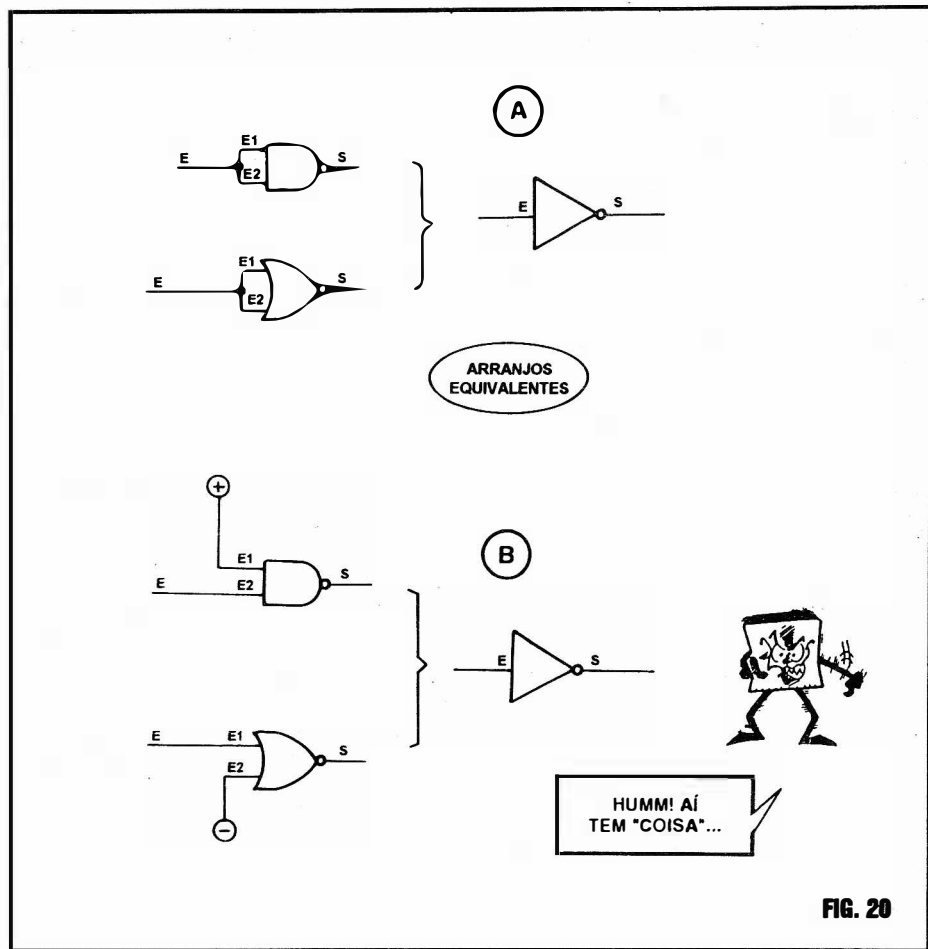

FIG. 20
**- FIG. 20 - ALGUNS "TRUQUES DE FUNÇÃO", COM OS GATES MAIS COMUNS DOS INTEGRADOS DIGITAIS...** - É relativamente comum que, numa elaboração teórica de um circuito ou projeto, fique um pouco difícil de "casar" a disponibilidade de *gates*, de blocos lógicos e de Integrados digitais
contendo **justamente** as funções, quantidades de blocos e quantidade de Entradas que a aplicação pede... O projetista "esperto", contudo, a partir de uma cuidadosa observação das respectivas TABELAS VERDADE, é frequentemente possível "criar" *gates*, blocos ou funções "diferentes" das "originais", simplesmente "redirecionando" ou interligando as Entradas dos ditos blocos disponíveis (às vezes até "sobrantes" em Integrados cujos blocos, em suas funções originais, não são necessários na sua totalidade). Vamos a um exemplo prático (o que ocorre **mesmo**, muitas vezes, no dia-a-dia das aplicações e projetos...). Um determinado circuito digital "precisa", para o funcionamento das duas funções totais, de 3 *gates* NAND de 2 Entradas cada, e de um bloco SIMPLES INVERSOR... É verdade que podem ser adquiridos, simplesmente, dois Integrados, um contendo os necessários *gates* NAND e outro contendo vários INVERSORES... Entretanto, é mais fácil (e seguramente - mais econômico, "fazer" um INVERSOR com o *gate* NAND "sobrante" dentro de um *chip* que os contenha em número de 4 (como o 4011 C.MOS, já mostrado...)! Basta consultar as TABELAS VERDADE já mostradas, para ver que, **juntando** as duas Entradas de um *gate* NAND de 2 Entradas, podemos obter a função SIMPLES INVERSORA com toda facilidade e eficiência! Aliás, também "emendando" as duas Entradas de um *gate* NOR de 2 Entradas, também se obtém um completo SIMPLES INVERSOR, ambos esses casos de "improvisação" mostrados no item A da fig. 20... Ainda com o providencial auxílio das respectivas TABELAS VERDADE, conforme mostramos no item B da fig. 20, levando-se **uma** das duas Entradas de um *gate* NAND de 2 Entradas ao **positivo** da alimentação, ou ainda ligando-se **uma** das duas Entradas de um *gate* NOR de 2 Entradas ao **negativo** da alimentação, teremos (usando-se a Entrada "livre") funções SIMPLES INVERSORA em ambos os casos! Lembrem-se que, para efeitos "binários" ou digitais, ligar uma Entrada de bloco lógico C.MOS ao **positivo** da alimentação, corresponde a aplicar-lhe nível "alto" ou "1", enquanto que ligar a Entrada diretamente